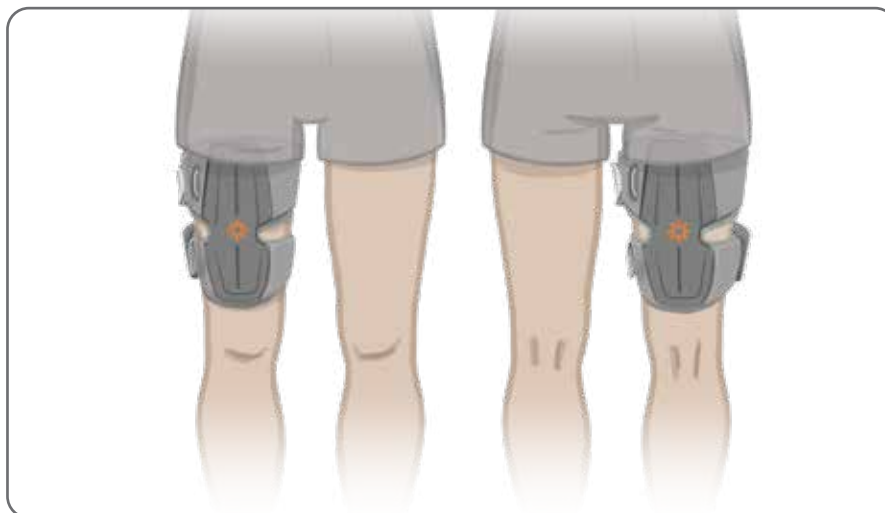

Bild 6-16: Korrekt position för lårmanchetten (t.v. – position för quadriceps på höger ben visas, t.h. – position för hamstringsmuskler på höger ben visas)
4. Centrera bryggan på lårets mittlinje. Se bild 6-16.
5. Fäst remmarna genom att föra in remspännet i haken på panelerna på lårmanschetten. Se bild 6-16. Vid behov kan du dra åt remmen genom att justera remmens fästanordningar.